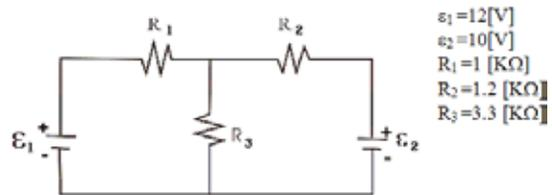

Figura 7.5 Circuito resistivo serie-paralelo, con dos FEMs
- a) Arme el circuito mostrado en la figura 7.5.
1. Con los valores indicados en el circuito de la figura 7.5 encuentre la intensidad de corriente y el voltaje para cada resistencia.
2. ¿Qué concluye respecto a los valores obtenidos experimental y teóricamente en el circuito de la figura 7.5?